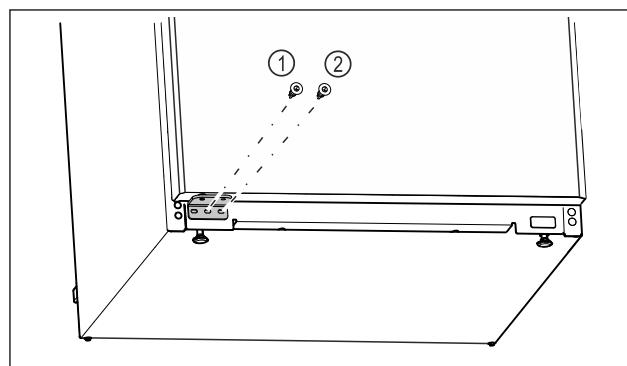

Fig. 21
- Srednji vijak ležajnog postolja Fig. 21 (1) pritegnite odvijačem Torx 20.
- Unutarnji vijak ležajnog postolja Fig. 21 (2) pritegnite odvijačem Torx 20.